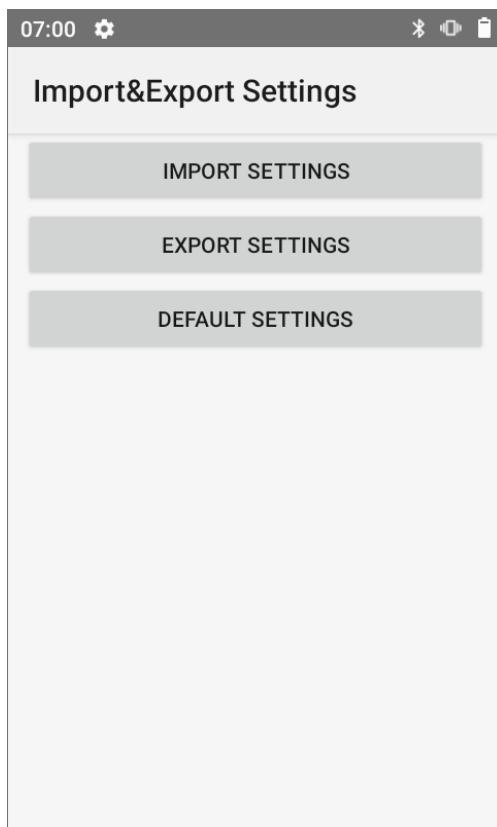

Рисунок 32. Импорт и экспорт настроек ТСД (раздел **Import&Export Settings**)
-  3 Нажать на кнопку **DEFAULT SETTINGS** (см. рисунок 32) – всем настройкам будет присвоено значение по умолчанию.